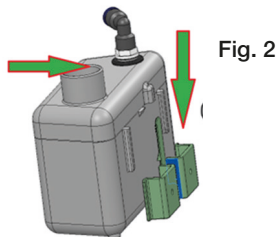

Fig. 2
- Inserire NUVOLA MINI nella staffa di supporto fino al "click" di sicurezza. (Fig. 2)